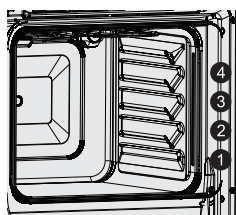
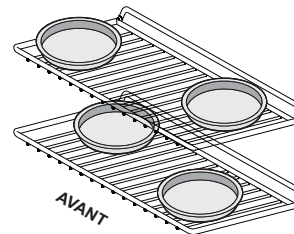

Figure 22: Positions des grilles
Figure 24: Cuisson sur plusieurs niveaux et grilles
- Afin d'obtenir les meilleurs résultats pour la cuisson avec une seule grille de four, placez la grille à la position 2 ou 3 (Figure 22).
- Pour obtenir de meilleurs résultats lorsque vous utilisez deux grilles pour la cuisson de gâteaux ou de biscuits, placez ces dernières aux positions 1 et 3 (Figure 22) et placez les moules comme illustré à la Figure 24.